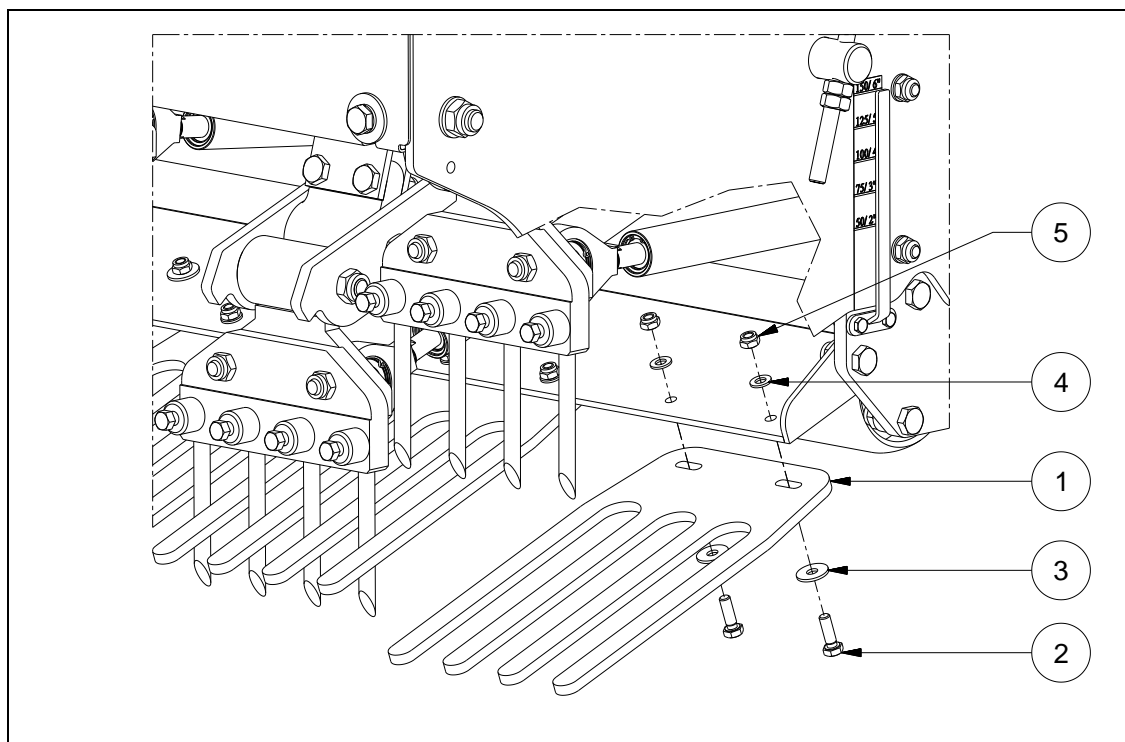

Fig. 15
**MONTERING AF TØRVNEDPRESNINGSSÆT (se fig. 15):**
- Plader (1) er vedlagt i det bestilte sæt. Monter pladerne med bolte (2), ringe (3 & 4) og møtrikker (5) til hovedbjælken. Tilpas pladerne til tænderne via åbningerne i pladerne.